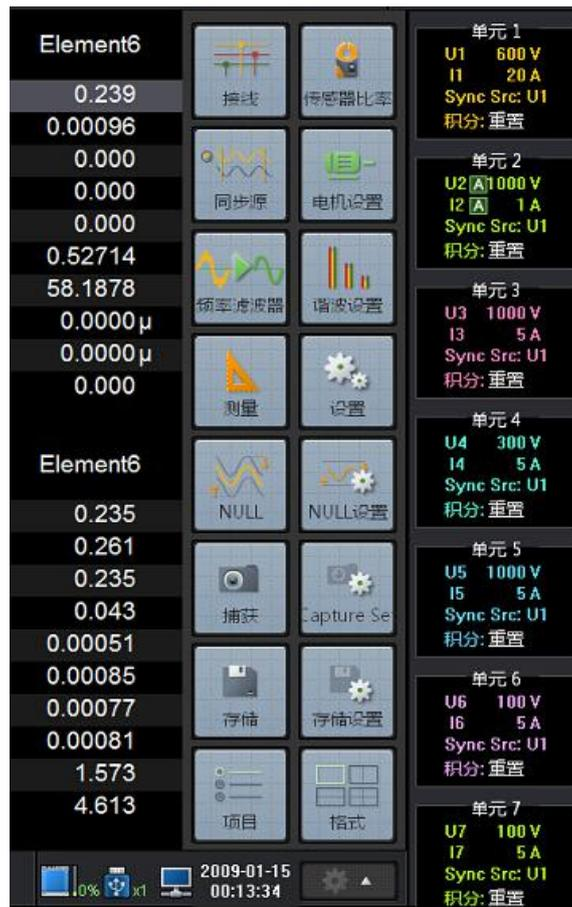

图 3.4 常用设置
- **常用设置**。按下该键显示常用设置界面如图 3.4 所示，便于用户在触摸屏上快速进入常用设置。